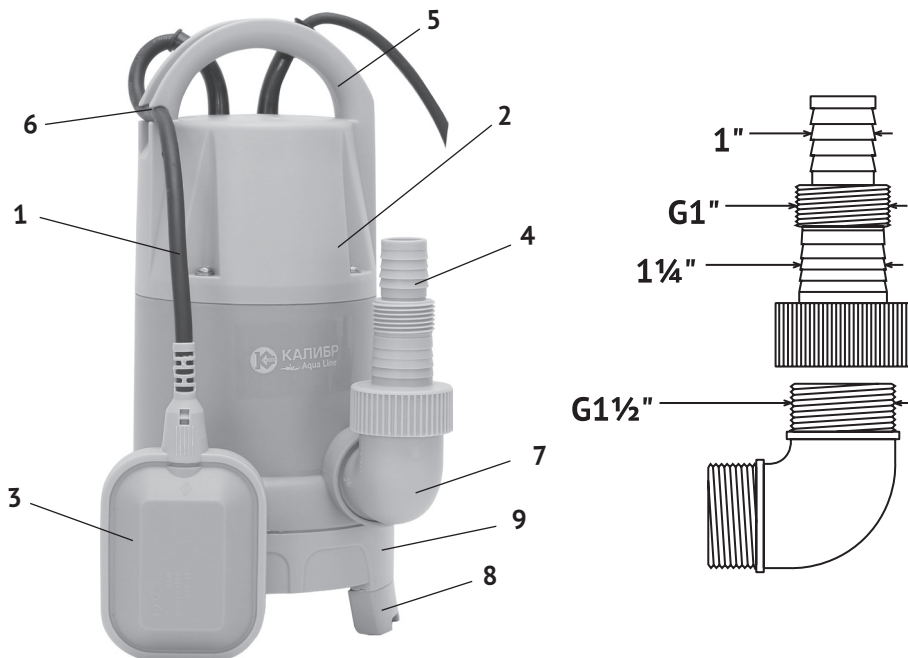

рис.1
4.1 Общий вид насоса представлен на рис.1
4.2 Двигатель и насос расположены в пластиковом корпусе (рис.1 поз.2). Насос приводится в действие асинхронным двигателем переменного тока. Подключение насоса к сети осуществляется кабелем питания со штепсельной вилкой с заземляющим контактом. Насос начинает работу при подключении к сети питания.
Насос обладает функцией изменения размера пропускаемых частиц. При положении ножек-трансформеров (рис.1 поз.8) как показано на рис.1, водо-заборные отверстия полностью открыты – размер пропускаемых частиц максимальный – 35 мм. Подогнув ножки внутрь корпуса нагнетателя (рис.1 поз.9), уменьшаем зазор для прохода воды до 5 мм – минимальный размер пропускаемых частиц.
6.2 Вкрутите в выходной патрубок (рис.1 поз.10) угловой штуцер (рис.1 поз.7) с предварительно прикрученным к нему выходным штуцером (рис.1 поз.4). Смонтируйте и присоедините к выходному штуцеру напорную магистраль.
6.4 Для установки других пределов регулировки, следует изменить вылет поплавка относительно места крепления его кабеля (рис.1 поз.1) на рукоятке
(рис.1 поз.6). Проверьте, что уровень воды в пределах поля регулирования по отношению к перекачиваемому объёму, не потребует от насоса 30-ти и более выключений в час. Частые коммутации выключателя сокращают срок службы насоса.
6.5 Привяжите верёвку (трос) к ручке (рис.1 поз.5) насоса. Кабель питания можно закрепить на этой верёвке.